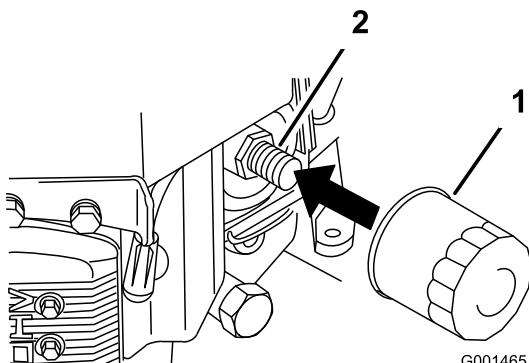

Figure 28
2. Retirez le filtre usagé (Figure 28).
3. Appliquez une fine couche d'huile neuve sur le joint en caoutchouc du filtre de rechange (Figure 28).
4. Posez le filtre à huile de rechange sur l'adaptateur, tournez le filtre dans le sens horaire jusqu'à ce que le joint en caoutchouc touche l'adaptateur, puis serrez le filtre de 3/4 de tour supplémentaire (Figure 28).